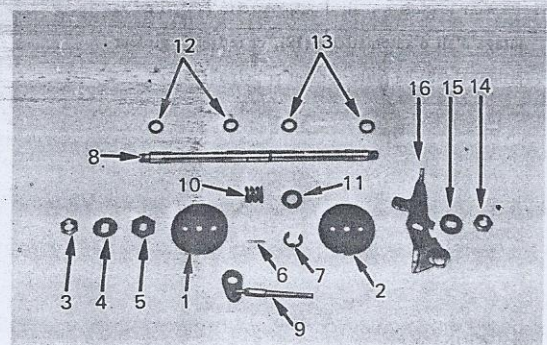

Fig. 2-86 Dépose des pièces d'axe de papillons
- Déposer les pièces de l'axe de papillons dans l'ordre indiqué à la Fig. 2-86.